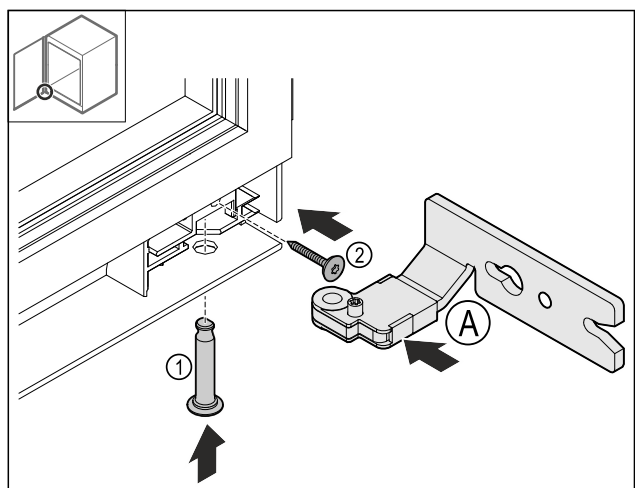

Fig. 23
- ▶ Вставте нижню петлю Fig. 23 (A).
- ▶ Вставте й зафіксуйте палець Fig. 23 (1).
- ▶ Затягніть гвинт Fig. 23 (2).